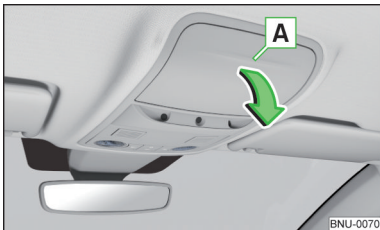

Abb. 114
- Zum **Öffnen** auf den Deckel des Brillenfachs im Bereich **A** drücken. Das Fach klappt in Pfeilrichtung » Abb. 114.